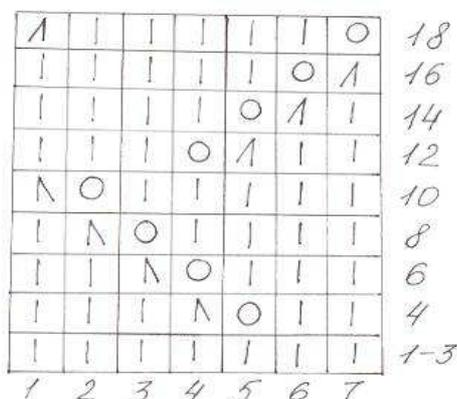

Рис.10 Схема ажурного переплетения
1.Заработок 20+0+20. Отвязать 5 образцов по 60 рядов по схемам (рис.10,11). Образец закрыть.